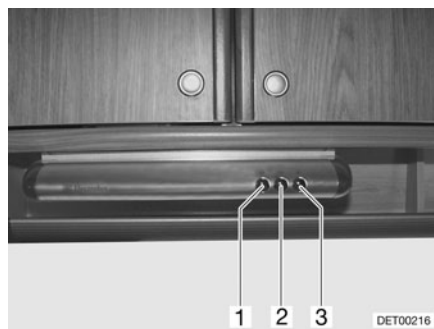

Fig. 155 Campana
- Para conectar y desconectar la campana, pulsar el interruptor (Fig. 155,2). La potencia del extractor puede cambiarse con el interruptor (Fig. 155,3).
- Conectar y desconectar la luz de la cocina con el interruptor (Fig. 155,1).